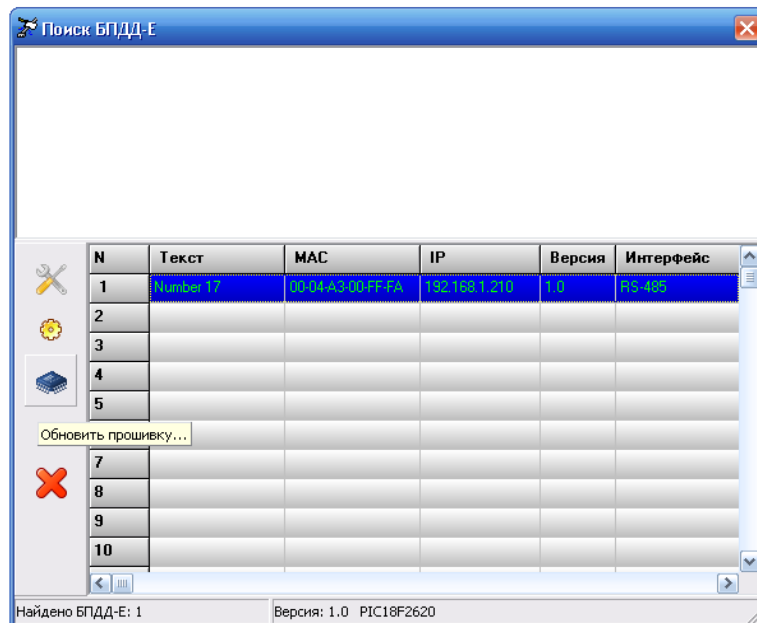

Рисунок 4– Начало обновления программы БПДД-Е
2. Выделить БПДД-Е в списке, который требует обновления встроенного программного обеспечения, и нажать кнопку «Обновить прошивку» на панели управления в левой части окна (рисунок 4).